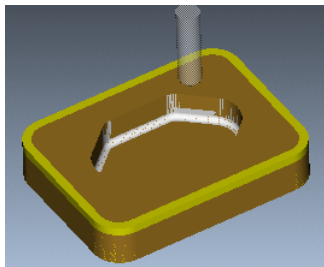

图 3.8.11 “NC 检测”动态仿真
Step1. 在 ▼ PLAY PATH (播放路径) 菜单中选择 NC Check (NC 检查) 命令，系统弹出“VERICUT 7.1.5 by CGTech”窗口。单击  按钮，观察刀具切割工件的运行情况，结果如图 3.8.11 所示。